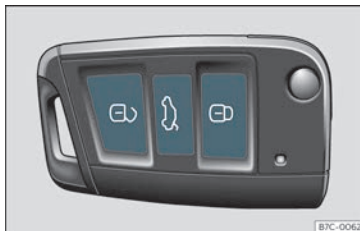

Fig. 74 Chave por control remoto:teclas.
- Bloquear: prema o botón  >>> **fig. 74**.